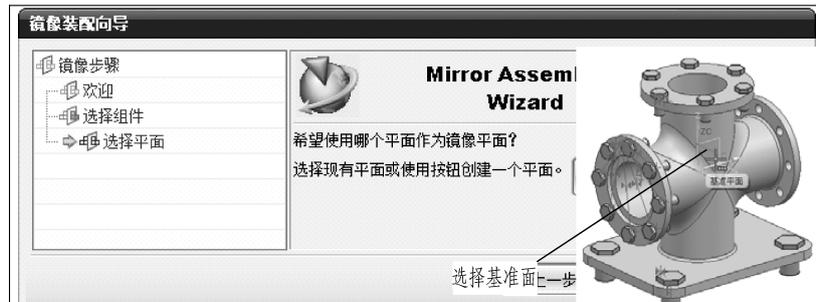

图 8.58 选择镜像基准面向导
④ 单击【下一步】按钮，进入“选择镜像基准面向导”，选择【镜像基准面】，如图 8.58 所示。